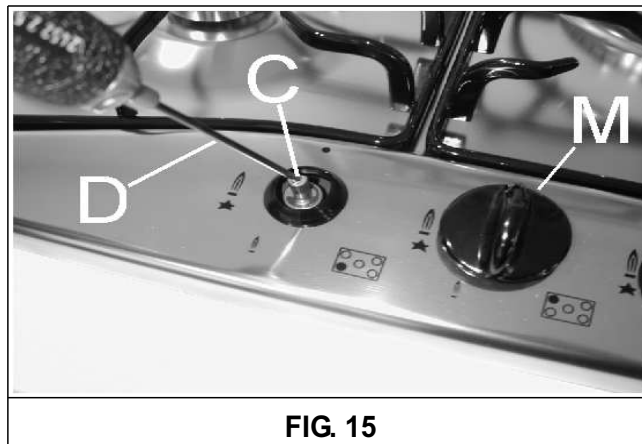

FIG. 15
- Togliere la manopola "M" (fig. 15) del rubinetto fissata per semplice pressione sull'astina dello stesso.
- Introdurre un piccolo cacciavite "D" nel foro "C" (fig. 15) e girare a destra o a sinistra la vite di strozzamento fino a che la fiamma del bruciatore sia regolata convenientemente al "Minimo".